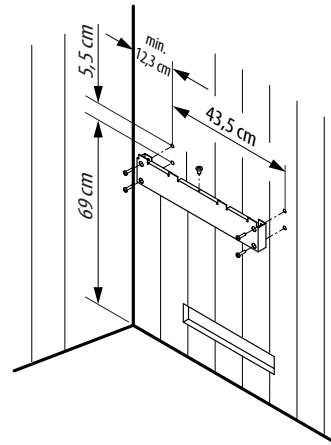

Abb. 3
- Die Wandhalterung gemäß Abb. 3 mittig über der Lufteintrittsöffnung mit den beige-fügten Spanplattenschrauben an der Kabinenwand festschrauben.